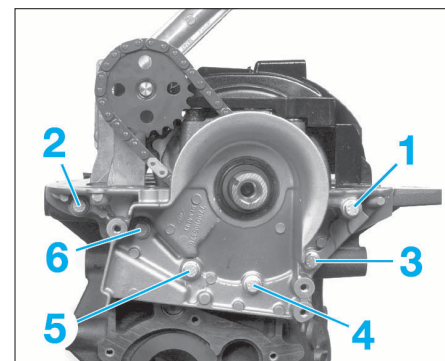

FIG. 47
- si la chaîne a été déposée, reposer le porte-bague d'étanchéité de vilebrequin avec un joint neuf, après s'être assuré de la présence de ses douilles de centrage sur le bloc-cylindres puis serrer ses vis de fixation en respectant l'ordre prescrit (Fig.47) et monter une bague d'étanchéité neuve en bout de vilebrequin (Fig.48). Enfin, procéder à la repose et au calage de la courroie de distribution neuve (voir opération concernée).